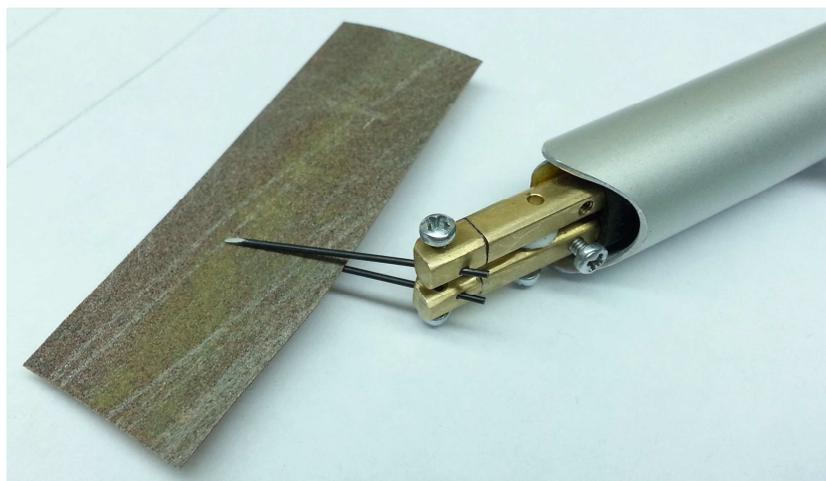

Рис. 2 Заточка внутренней поверхности электродов (Вариант №1)
7. (Вариант №1). Заточить внутренние поверхности электродов наждачной бумагой, образовав ровные одинаковые площадки без заусенцев между электродами (см. Рис. 2).